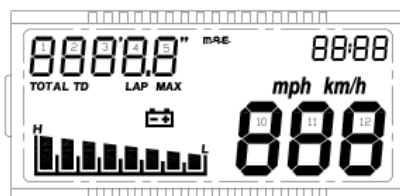

Fig. 18
- IIa página (sólo en el primer encendido del instrumento): Check de todos los segmentos del lcd durante aprox. 3 seg. (fig. 18).